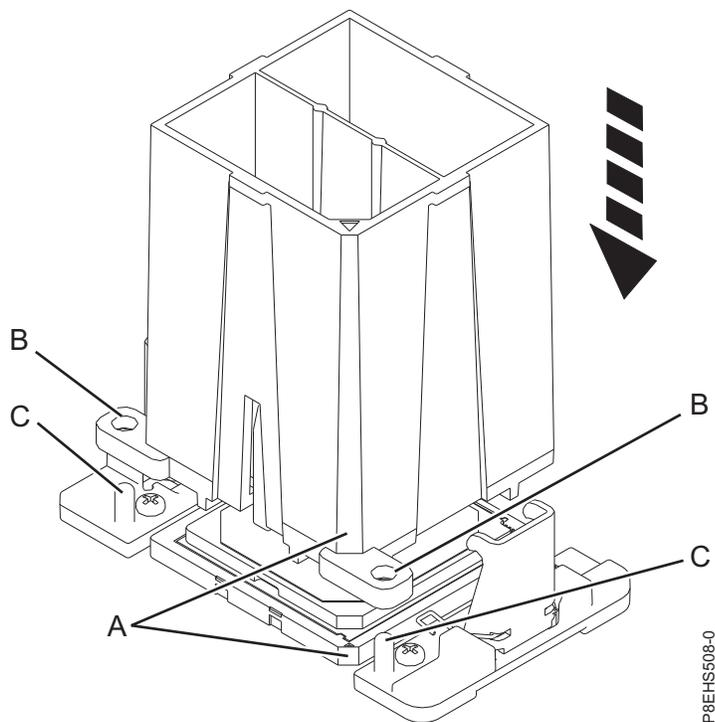

Figura 92. Abaixando a ferramenta de remoção no módulo de processador do sistema
- a. Usando a ferramenta de remoção fornecida (número da peça 01AF101), alinhe o canto chanfrado (A) da ferramenta no canto chanfrado do módulo de processador do sistema, conforme mostrado em Figura 92 na página 92.
- b. Abaixar a ferramenta no módulo de processador do sistema, assegurando-se de que os dois pinos guias (C) estejam inseridos nos orifícios de alinhamento (B) em cada lado da ferramenta.